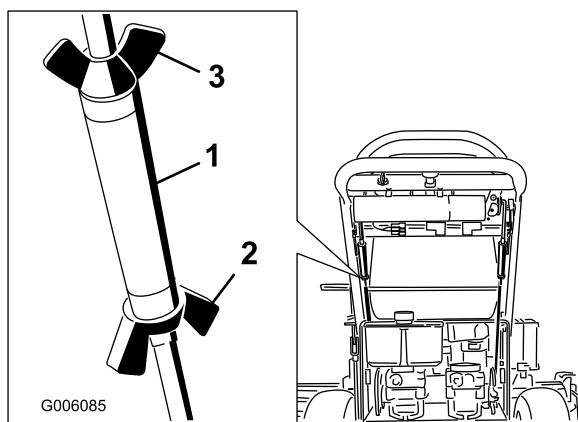

Figure 41
3. Desserrez les écrous à oreilles sur la tige de commande droite et tournez le tendeur dans un sens ou dans l'autre pour que le levier de commande droit soit centré en position de verrouillage au point mort. Fixez le tendeur en position avec les écrous à oreilles (Figure 41).
4. Desserrez les écrous à oreilles sur la tige de commande gauche et tournez le tendeur dans un sens ou dans l'autre pour modifier l'alignement. Fixez le tendeur en position avec les écrous à oreilles (Figure 41).